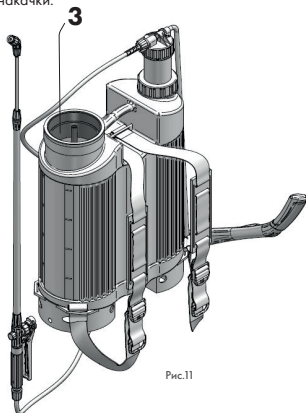
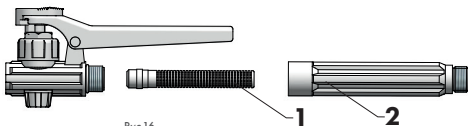

Рис.11
Рис.16
Собранный опрыскиватель установить на плоском основании. После откручивания гайки бака видно ситечко (рис. 11/поз. 1).
Через находящиеся ней ситечко (рис. 11/ поз. 1), влейте подготовленную раньше рабочую жидкость. Возможные загрязнения, которые были в ситечке, выбросите. Накрутите гайку, защищающую заливную горловину. Ситечко может остаться под гайкой. Перенесите опрыскиватель на место работы. Теперь можете наложить опрыскиватель на спину и отрегулировать ремни.
Фильтр (рис. 16/поз. 1) находящийся в рукоятке распылительной трубки (рис. 11/поз. 3) и форсунку (рис. 16/поз. 2) находящуюся в конце распылительной трубки (рис. 1/поз. 6) очищайте периодически или перед каждым длительным простоем.
2. Нажмите на рычаг (рис. 11/ поз. 2), включая опрыскивание.